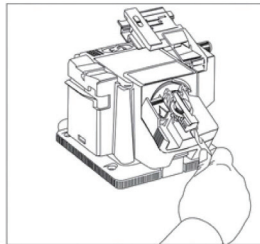

Рис. 3
6.2.8 Поместите зажимное устройство со сверлом в направляющее отверстие в центре шлифовального диска (Рис. 3).